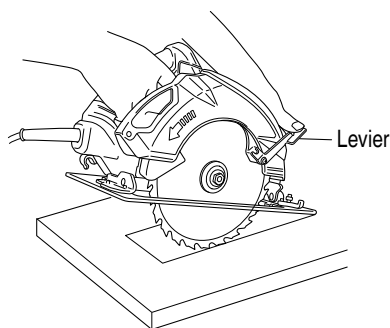

Fig. 13
1. Marquer bien lisiblement la section à couper avec des lignes sur tous les côtés. (Voir Fig. 13)
3. Pousser le levier à fond vers l'arrière jusqu'à ce que la lame soit exposée, comme indiqué à la Fig. 13.